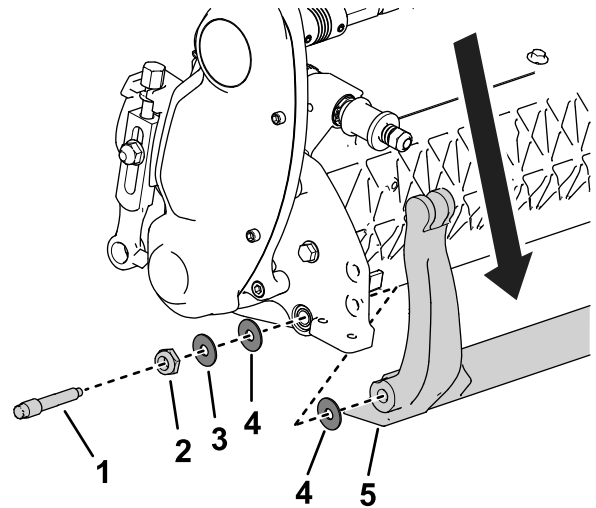

Figure 20
3. De chaque côté de la machine, desserrez le contre-écrou indiqué à la Figure 20.
4. Retirez chaque boulon de la barre d'appui afin de pouvoir abaisser la barre et la déposer de l'unité de coupe (Figure 20).
Remarque: Mettez de côté 2 rondelles en nylon et 1 rondelle en acier à chaque extrémité de la barre d'appui (Figure 20).
3. Placez une rondelle en nylon de chaque côté du bossage de la plaque latérale. Placez une rondelle en acier à l'extérieur de chaque rondelle en nylon (Figure 20).